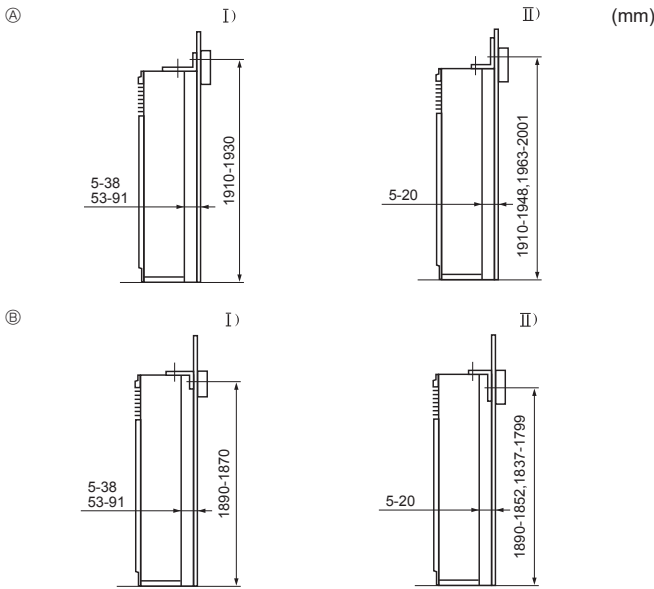

Fig. 3-3
- ① Devrilmeyi önleyen braket
Devrilmeyi engelleyen köşebent ①, ünitenin üst yüzeyine takılır. Kılavuz vidaları ② çıkartın ve şekilde gösterildiği gibi köşebendi yeniden takın. Doğru takma mesafeleri için, Fig. 3-3'e bakınız.
3.3. Devrilmeyi engelleyen köşebendın montajı (Fig. 3-3)